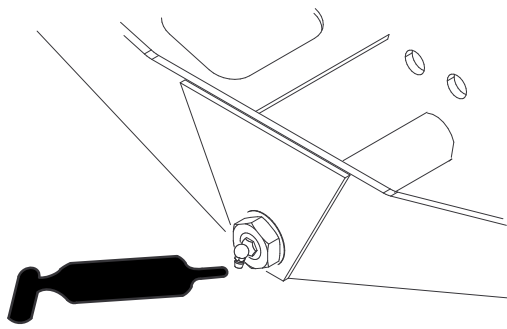

Figure 80
- Pivot de direction d'essieu (1) (Figure 80)